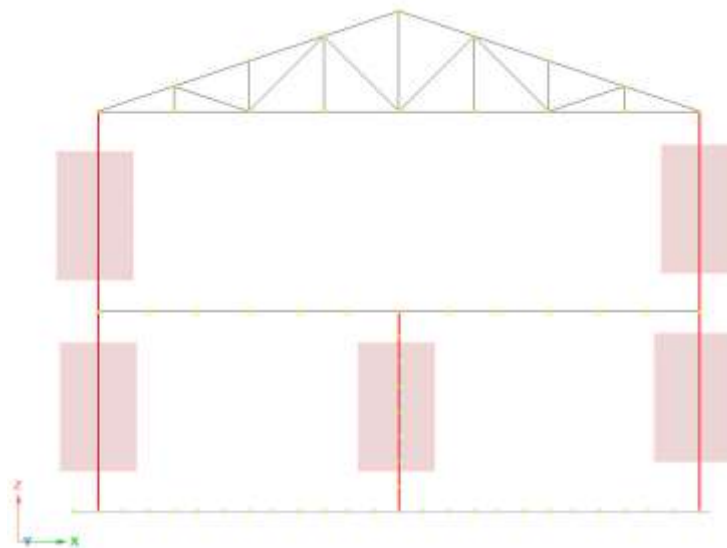

Рис. 3.52 Быстрое выделение колонн
- Выделите колонны, используя клавиши **Shift+Ctrl** (Рис. 3.52);